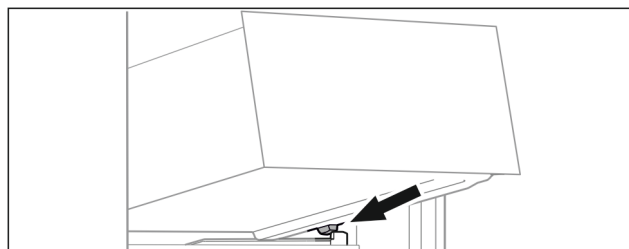

Fig. 95
- ▶ 将抽屉斜放在容器肋梁上的止动器后面。(参见 Fig. 95)